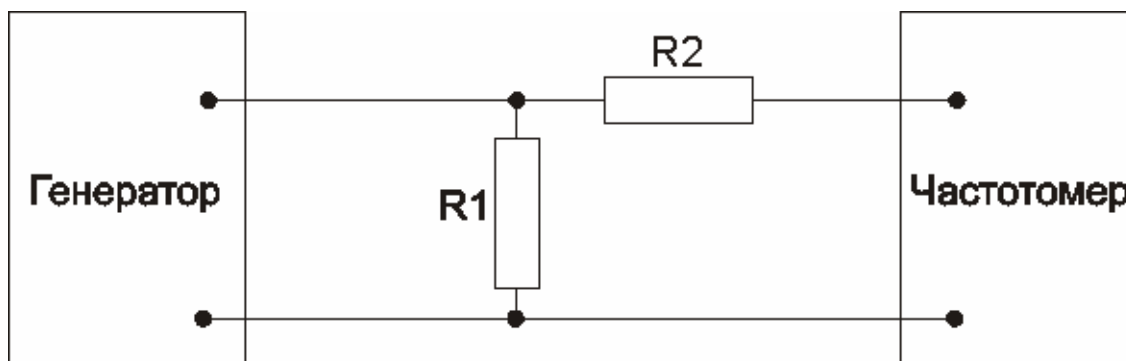

Рисунок 3
**8.2.4** Подать на ВХОД А частотомера ЧЗ-64 через нагрузку (рис. 3) сигнал с генератора ИЗИ. Установить на генераторе режим работы с непосредственным подключением (не горит светодиод (5));